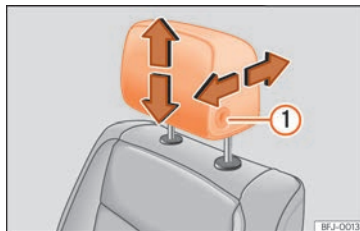
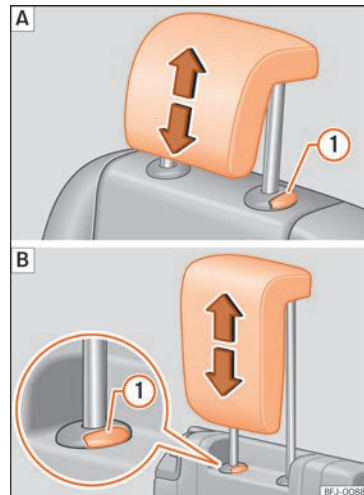

Abb. 111 Vordersitz: Kopfstützeinstellung.
Abb. 112 Hintere Kopfstützen einstellen: [A] Zweite Sitzreihe, [B] dritte Sitzreihe.
- Schieben Sie die Kopfstützen in die entsprechende Pfeilrichtung nach unten oder oben. Um die vorderen Kopfstützen nach oben oder nach unten zu schieben, muss die Taste »» Abb. 111 ① gedrückt werden; bei den hinteren Kopfstützen muss die Taste »» Abb. 112 ① nur zum Absenken gedrückt »
- Schieben Sie die Kopfstützen bei gedrückter Taste »» **Abb. 111** **①** in der entsprechenden Pfeilrichtung nach vorn oder hinten.